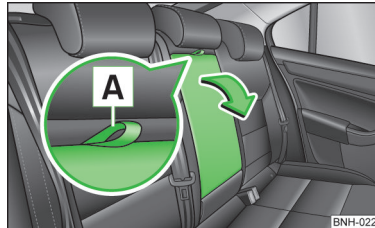

Abb. 55
- An der Schlaufe **A** » Abb. 55 ziehen und die Armlehne in Pfeilrichtung vorklappen.